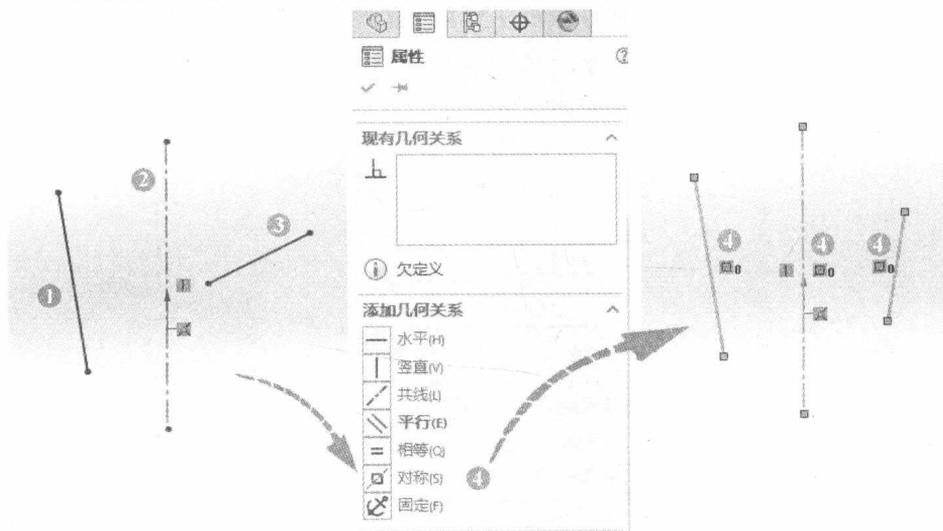

图 1-10 添加“对称”关系
如图 1-10 所示，给两条线段添加“对称”关系。首先，同时选中标记为①的“线段 1”、标记为③的“线段 3”和标记为②的“中心线 2”，同样系统自动筛选出可被添加的几何关系。这里单击标记④处的【对称】，即实现了“线段 1”与“线段 3”的“对称”关系，并且系统自动给“线段 1”“线段 3”和“中心线 2”添加对称标记。